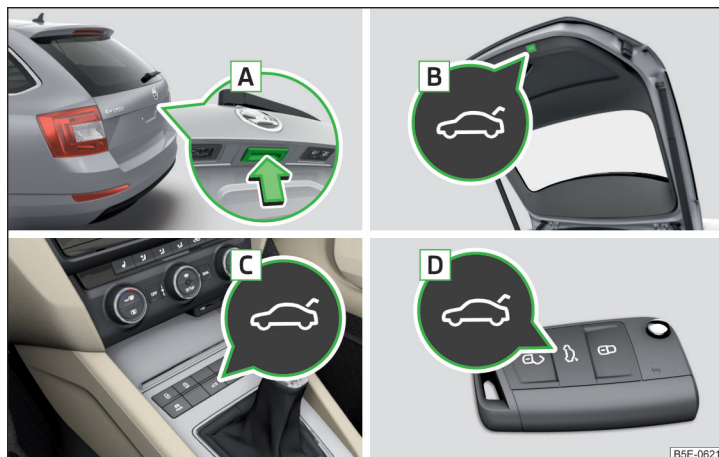

Fig. 39 Manejo de la tapa
- Presionando el tirador **A** » fig. 39.
- Presionando la tecla **B** » fig. 39.
- Mantener pulsada la tecla **B** » fig. 39 de la pág. 59 hasta que suene una señal acústica.
|                                              | Pulse el tirador A » fig. 39 de la pág. 59 y tire la tapa hacia arriba |